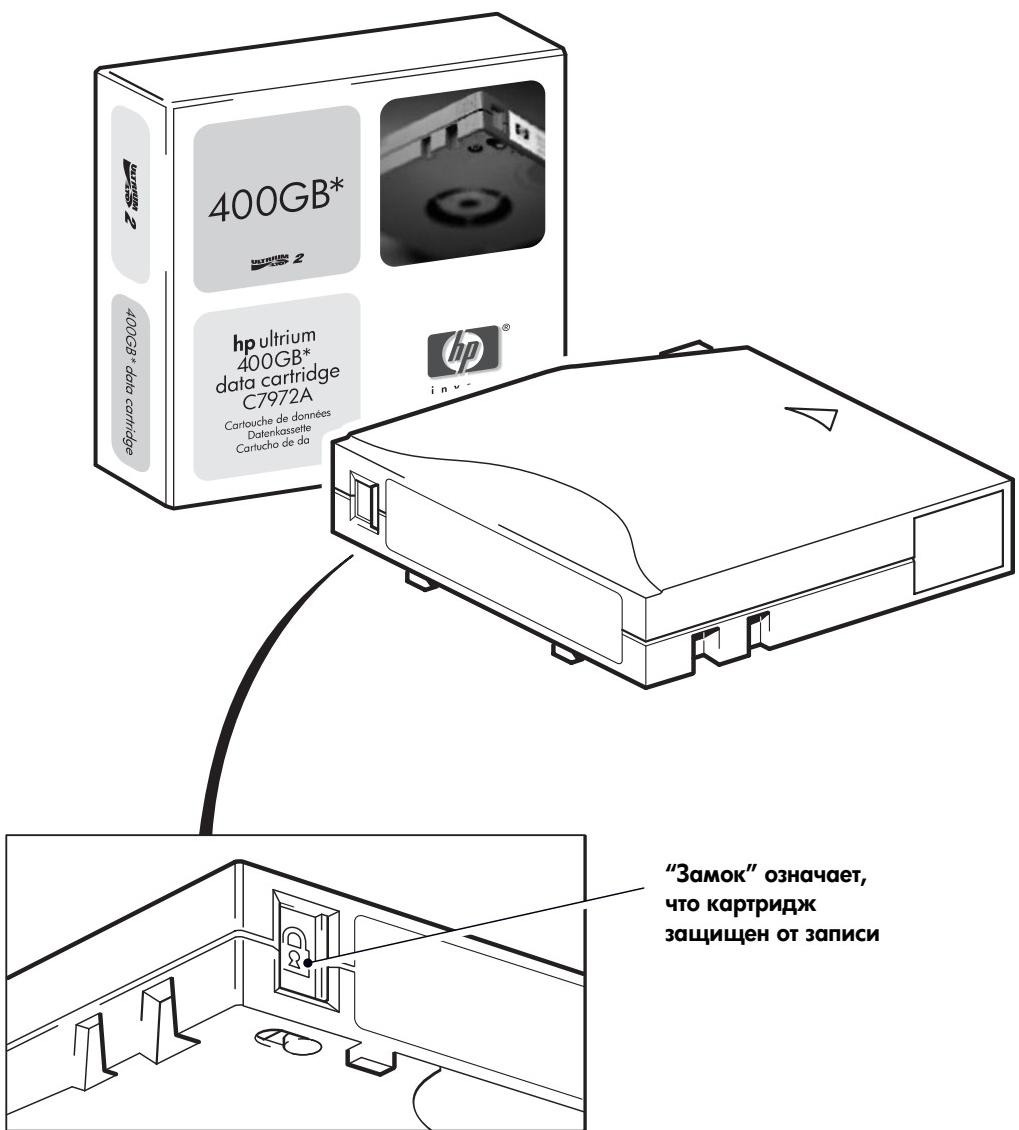

Рис. 9: Защита картриджа от записи
- Чтобы разрешить запись на картридж, сдвиньте красную защелку обратно, чтобы отверстие было открыто. Расположение переключателя см. на Рис. 9.